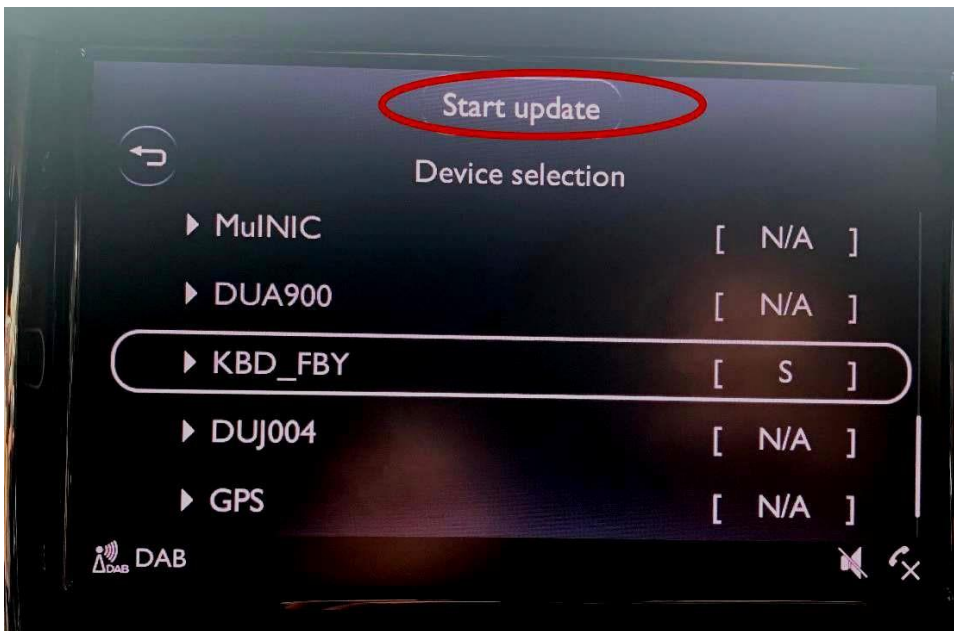

Figure 11
14. Select-Start update (Figure 11)